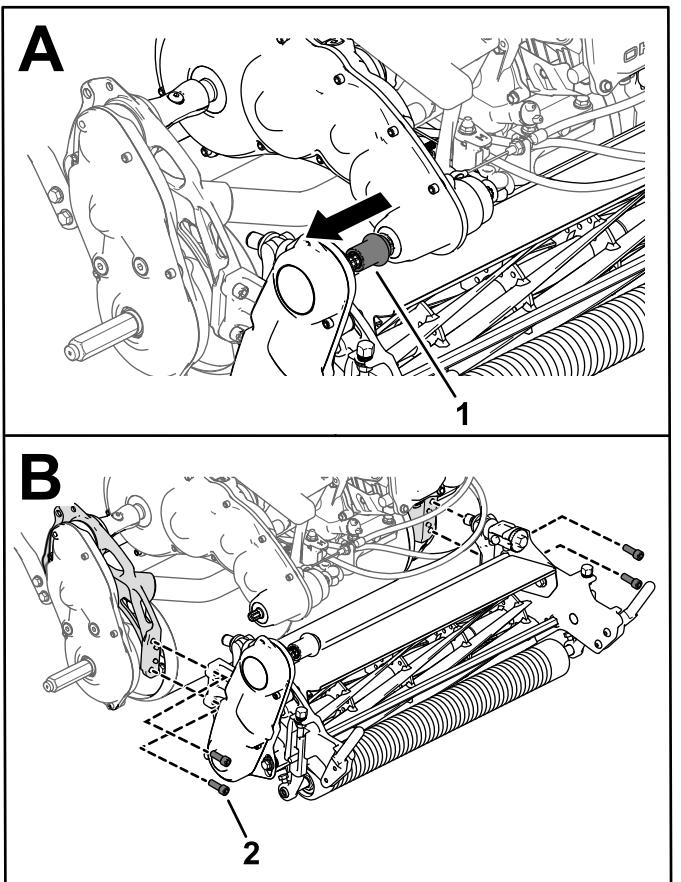

Figure 51
3. Dégagez le coupleur d'entraînement de l'unité de coupe de l'arbre d'entraînement de la transmission (Figure 51).
4. Retirez les vis à tête creuse qui fixent l'unité de coupe au cadre (Figure 51).